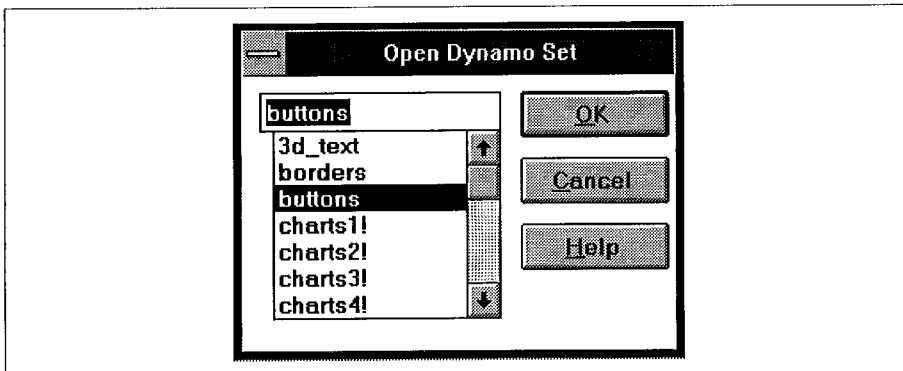

Figure 3-22 Ouverture de la bibliothèque de Dynamos - boîte de dialogue Open Dynamo Set
- 4 Cliquez sur *Dynamos* sur la barre de menu et sélectionnez *Paste From Set* (Coller depuis bibliothèque) pour afficher la boîte de dialogue *Open Dynamo Set* (Ouvrir bibliothèque de Dynamos), voir figure 3-22.